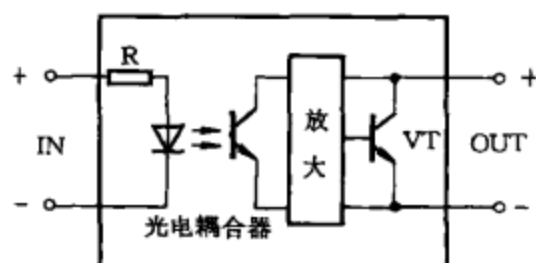

图 6-28
(1) 直流式固态继电器电路原理如图 6-28 所示，控制电压由“IN”端输入，通过光电耦合器将控制信号耦合至被控端，经放大后驱动开关管 VT 导通。固态继电器输出端 OUT 接入被控电路回路中，输出端 OUT 有正、负极之分。